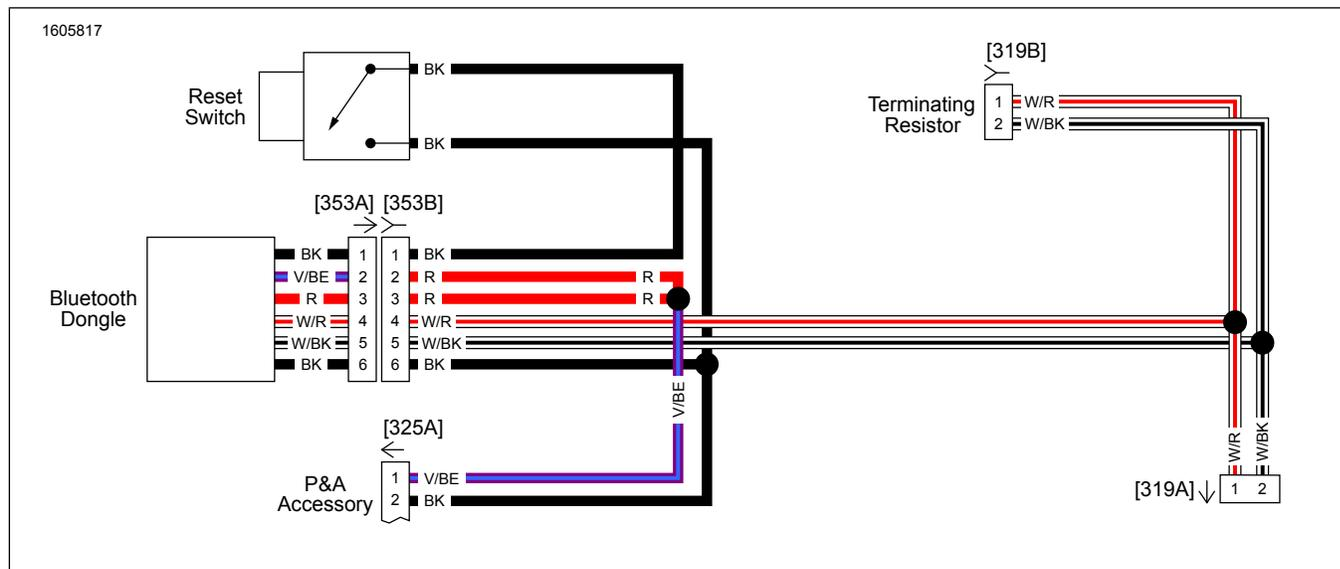

Figura 16. Arnés adaptador de Bluetooth (2017 y posteriores)(Típico)
1. Vea la Figura 16. Instale y enrute el arnés del adaptador de bluetooth.
Si olvida el Número de identificación personal (PASADOR) o está bloqueado y necesita restablecerlo, mantenga pulsado el "interruptor de emparejamiento o el interruptor de reposición" (vea Figura 16, artículo 3) durante 3 segundos para restablecer el PIN. Vuelva a conectarse al adaptador de Bluetooth en la aplicación de H-D Audio para establecer un nuevo PIN.